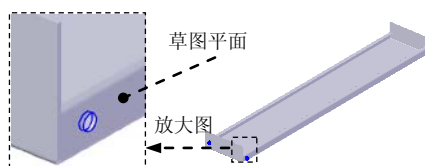
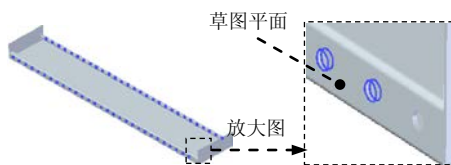

图 8.13.113 法向除料特征 1
图 8.13.115 阵列特征 1
Step9. 创建图 8.13.113 所示的法向除料特征 1。
(1) 选择命令。在“主页”功能选项卡“钣金”工具栏中单击  按钮, 选择  法向除料命令。
(2) 定义特征的截面草图。
① 选取草图平面。选取图 8.13.113 所示的模型表面为草图平面。
(3) 定义法向除料特征属性。在命令条中单击“厚度剪切”按钮  和“全部穿透”按钮 , 并将移除方向调整至图 8.13.113 所示的方向。
(4) 单击  按钮, 完成特征的创建。
Step10. 创建图 8.13.115 所示的阵列特征 1。
(1) 选取要阵列的特征。选取上一步所创建的特征为阵列特征。
(2) 选择命令。单击“主页”功能选项卡“阵列”工具栏中的  阵列按钮。
(3) 定义要阵列草图平面。选取图 8.13.115 所示的模型表面为阵列草图平面。